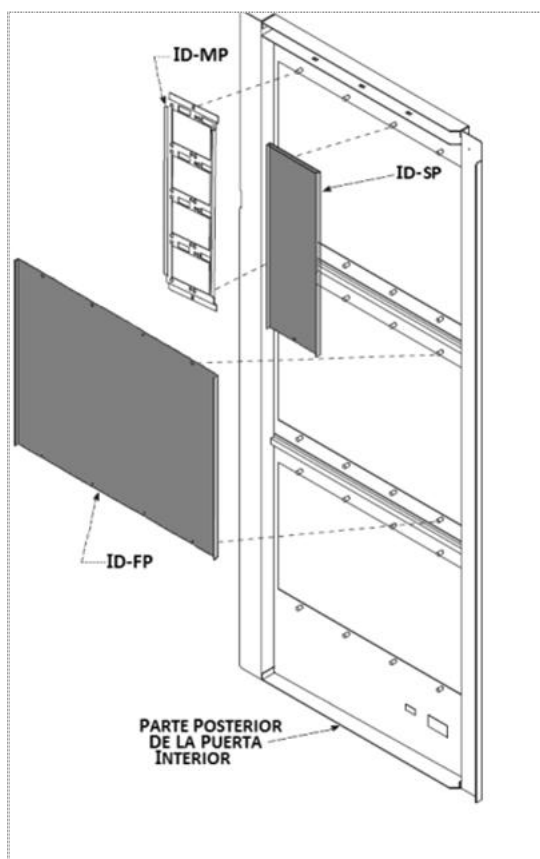

Figura 3
- Inserte placas ciegas, según su necesidad, en los espacios no utilizados de la puerta y sujételas con tuercas #10-32. (Consulte la Tabla 1 y la Figura 3)
2. Instale uno o varios paneles extraíbles transparentes, ciegos o con ranuras de ventilación, según su necesidad, y sujételos con tuercas n° 10-32. (Consulte la Tabla 1 y la Figura 3)